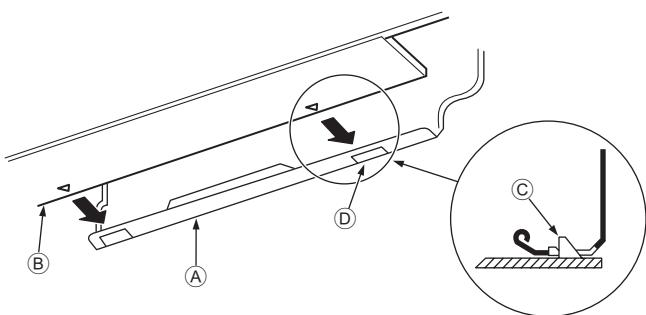

Fig. 3-15
3. Hängen Sie den oberen Teil der Innenanlage an die Montageplatte ①, während Sie die Kältemittelleitung und das Abflussrohr in die Wandöffnung (Tülle) einführen.
5. Befestigen Sie die Innenanlage, indem Sie sie gegen die Montageplatte ① drücken. (Fig. 3-15)
- * Vergewissern Sie sich, dass die Knöpfe unten an der Innenanlage sicher in die Montageplatte ① eingehängt sind.
- Ⓐ Montageplatte ①